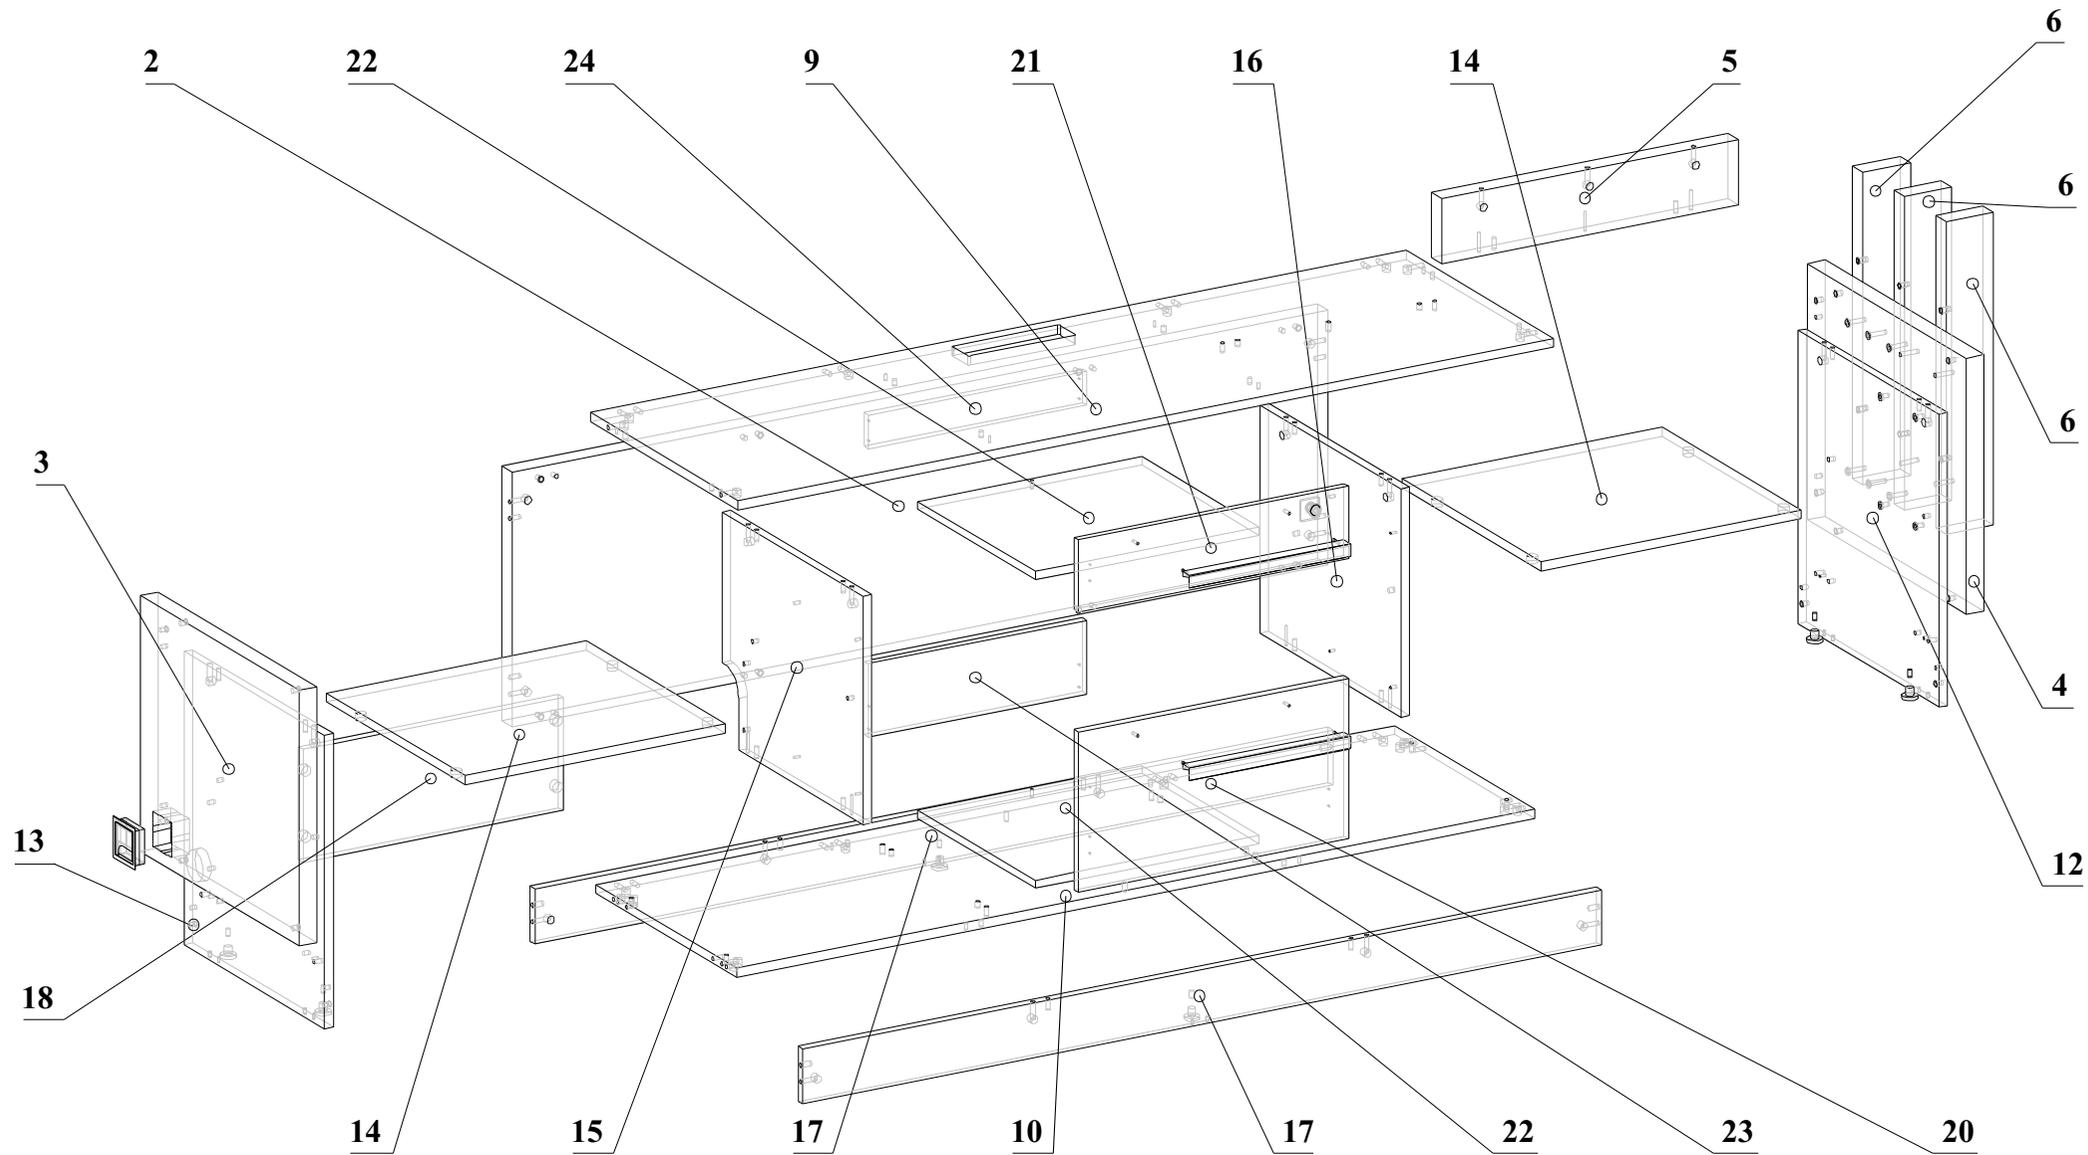

Рис.2
1. На детали 12,13,17 установить опоры 37, закрепить шурупами 41 (рис. 2);
2. В отверстия на деталях 9,10,12,13 вкрутить дюбеля 28 (рис. 2);
3. В отверстия на деталях 5,9,10,11,12,13,15,16,17 вставить эксцентрики 43 стрелками к торцевым отверстиям (рис. 2,3);
4. В торцы деталей 5,9,10,11,12,13,15,16,17 вставить шканты 40 (рис. 2,3);
5. В отверстия на деталях 12,13,15,16 вбить пластиковые муфты 35 (рис. 2);
6. В пластиковые муфты на деталях 12,13,15,16 вкрутить дюбеля 26 (рис. 2);
8. В отверстия на деталях 14,18 вбить полкодержатели 38 (рис. 2);
10. Соединить деталь 10 с деталями 17, затянуть эксцентрики по часовой стрелке до упора (рис. 2);
11. Соединить детали 12,13 с деталями 10,17, затянуть эксцентрики по часовой стрелке до упора (рис.2);
12. Соединить детали 15,16 с деталью 10 конфирматами 34 (рис. 2);
13. Соединить деталь 9 с деталями 12,13,15,16, затянуть эксцентрики по часовой стрелке до упора (рис. 2);
14. Соединить деталь 2 с деталями 9,10, затянуть эксцентрики по часовой стрелке до упора (рис. 2);
15. Соединить деталь 3 с деталями 2,13, затянуть эксцентрики по часовой стрелке до упора и вставить заглушку 29 (рис. 2);
16. Соединить детали 6 с деталью 4 винтами 51 (рис.2);
18. Соединить деталь 5 с деталью 9 конфирматами 34 (рис. 2);
19. Вставить детали 14,18 (рис. 2);
20. Привернуть к детали 20, 21 шурупами 49 держатели боковин из комплекта 44, 45 (1). Соединить боковины и держатели задней стенки из комплекта 44, 45 (2). Соединить деталь 22 с боковинами, закрутить шурупы 41 (3). Прикрутить деталь 23, 24 шурупами 41 к держателям задней стенки (4). Прикрутить деталь 22 к детали 23, 24 шурупом 49 (5). Соединить боковины